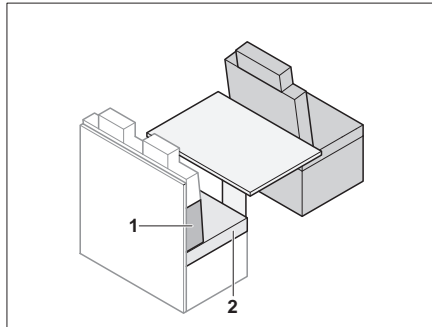

Fig. 159 Avant la transformation
- Retirer le coussin d'assise (Fig. 159,2).
- Placer le coussin de dossier (Fig. 159,1) entre le coussin d'assise et la paroi arrière. Observer la forme deltoïde.